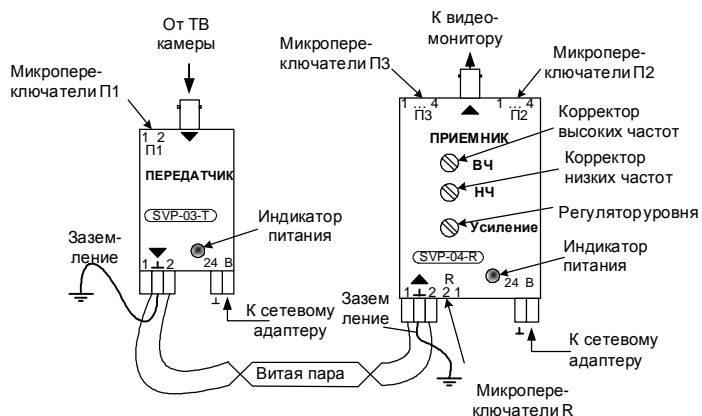
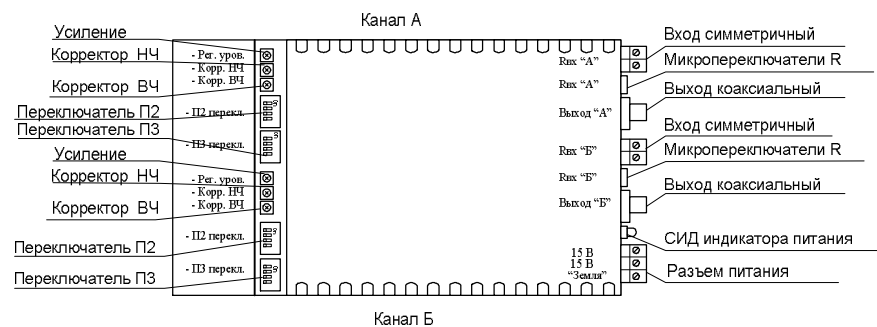

Рис. 1. Схема подключения и расположения органов регулировки SVP-03T, SVP-04R
Рис. 2. Расположение органов регулировки и индикации SVP-04-2Rack
3.2.2. Установить устройства на вертикальных поверхностях по месту (а устройства SVP-04-2Rack установить в модульный блок SVP-RM-BP) и подключить линию связи через соответствующие разъемы с соблюдением полярности витых пар на передатчике и приемнике. Для заземления устройства использовать контакт разъема для подключения к общей шине заземления (см. рис.1 и рис. 2).